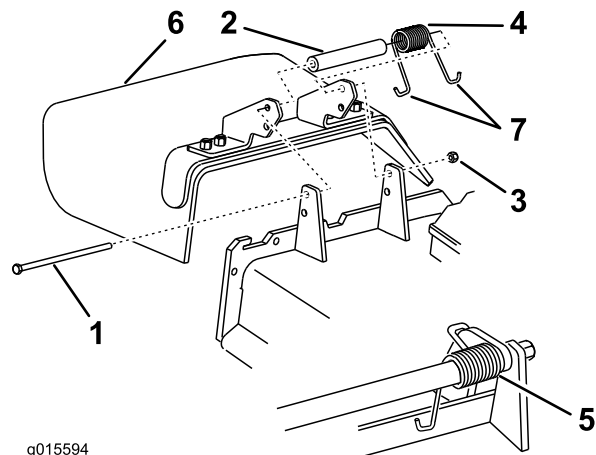

Figure 100
1. Retirez le contre-écrou, le boulon, le ressort et l'entretoise qui fixent le déflecteur aux supports de pivot (Figure 100).
Remarque: Prenez soin de placer une extrémité en **J** du ressort derrière le bord du tablier avant de mettre le boulon en place, comme illustré à la Figure 100.
4. Remettez le boulon et l'écrou. Accrochez l'extrémité en **J** du ressort au déflecteur d'herbe (Figure 100).